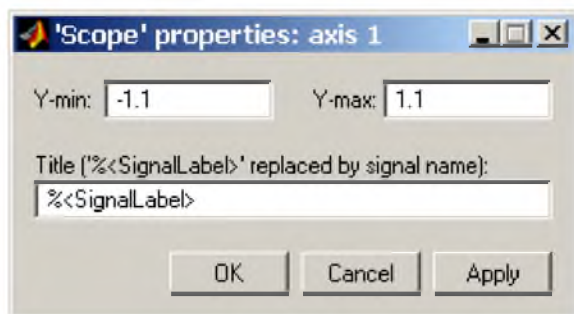

Рис. 9.2.4. Окно свойств графика.
3. Щелкнуть правой клавишей “мыши” в окне графиков и, выбрать команду **Axes properties...** в контекстном меню. Откроется окно свойств графика, в котором с помощью параметров **Ymin** и **Ymax** можно указать предельные значения вертикальной оси. В этом же окне можно указать заголовок графика (**Title**), заменив выражение **%<SignalLabel>** в строке ввода. Окно свойств показано на рис. 9.2.4.